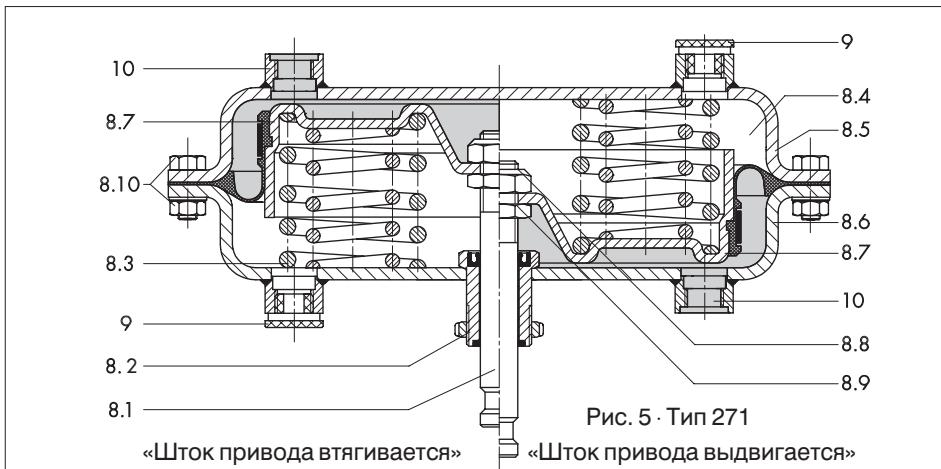

Рис. 5 · Тип 271
Приводы, пружины которых предварительно растянуты производителем без клапана, отмечены на фирменной табличке. Кроме того, это может быть опознано по трем длинным винтам с гайками (Рис. 5). Они дают возможность пружинам оставаться одинаково сжатыми при демонтаже привода.
4.1. Изменение направления действия (Положение безопасности) пневматического привода (Рис. 5 и 6)